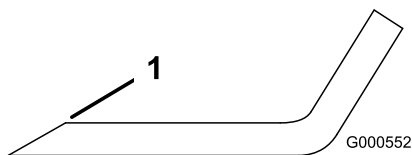

Figura 57
- Utilice una lima para afilar el filo de corte en ambos extremos de la cuchilla (Figura 57).
**Nota:** Si la cuchilla no está equilibrada, rebaje algo el metal en la parte de la vela solamente con una lima (Figura 57).